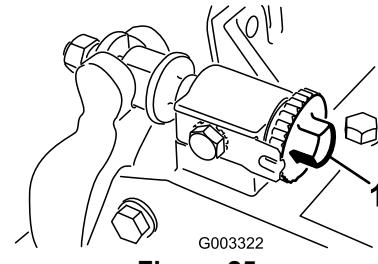

Figura 25
1. Desperte o contacto do cilindro na lâmina rodando os manípulos de ajuste da lâmina (Figura 25) no sentido contrário ao dos ponteiros do relógio até que não exista contacto.